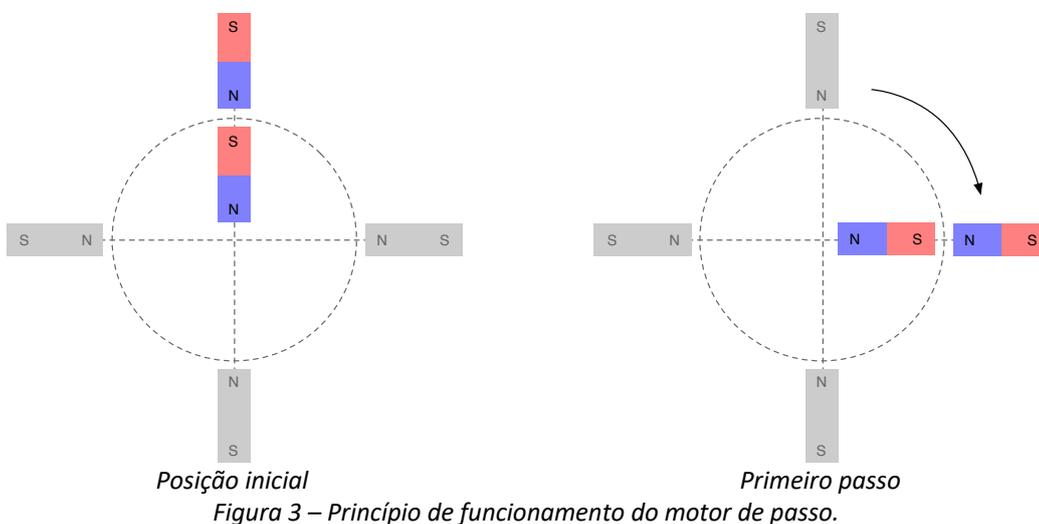

Figura 3 – Princípio de funcionamento do motor de passo.
- Posição inicial – A posição inicial mostrada na Figura 3 apresenta o polo sul do rotor posicionado em frente ao polo norte do ímã permanente do estator, na posição 12 horas. Neste caso, apenas o eletroímã da posição 12 horas está acionado;
A partir das Figura 3 e Figura 4 pode-se perceber que o acionamento dos eletroímãs do estator ocorreu sequencialmente, conforme se desejava que o rotor girasse, a cada passo em 90° , até completar uma volta completa ao se executarem os quatro passos descritos.
O princípio de funcionamento do motor de imã permanente é semelhante ao descrito anteriormente, considerando as Figura 3 e Figura 4, ocorrendo o alinhamento do campo magnético gerado nos enrolamentos do estator (conjuntos A e A', B e B') e os polos presentes no rotor, conforme mostrado na Figura 12.